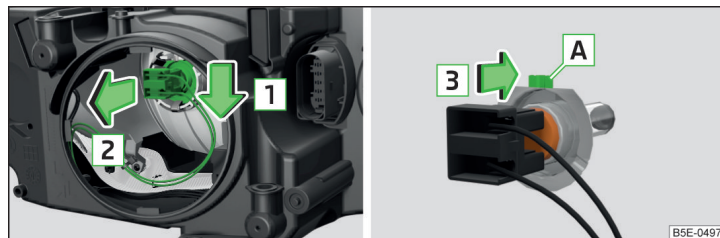

Fig. 244 Faros con luz halógena: bombilla de la luz de cruce
- Liberar el conector con la bombilla en el sentido de la flecha **1** » fig. 244.
- Coloque una nueva bombilla de la manera, que el talón de fijación **A** » fig. 244 de la bombilla encaje en el rebaje del reflector.